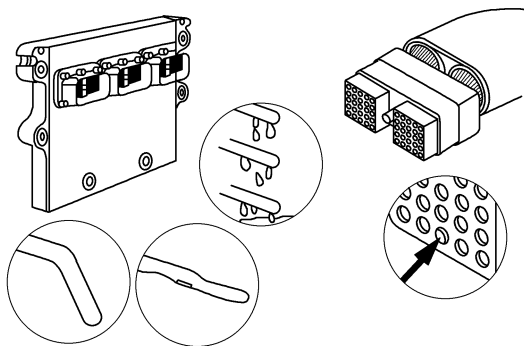
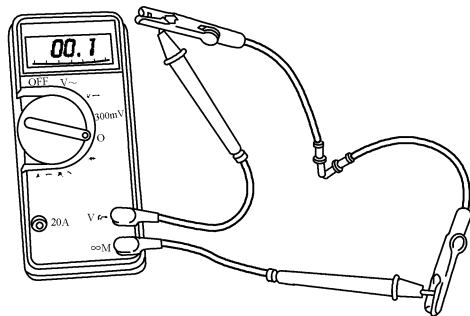

图 5-89 拆下执行器线束插头检查触针有无损坏
图 5-90 测量万用表两表笔之间的电阻
③ 从 ECM 上拆下执行器线束插头并检查触针有无损坏，如图 5-89 所示。
(2) 电阻检查
① 喷油器电磁阀电阻的阻值非常低，并且对温度敏感。测量电磁阀电阻时，必须从喷油器电磁阀电路总电阻值中减去万用表的电阻。
② 将万用表量程设定到最低的欧姆档，测量两个表笔之间的电阻，如图 5-90 所示，该电阻值即为应从喷油器电磁阀电阻值中减去的万用表电阻值。